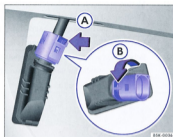

Fig. 176 Feu de plaque de police : dépose du porte-ampoules.
4. Enfoncez le verrouillage de la fiche dans le sens de la flèche ⇒ fig. 176 Ⓐ puis débranchez la fiche.